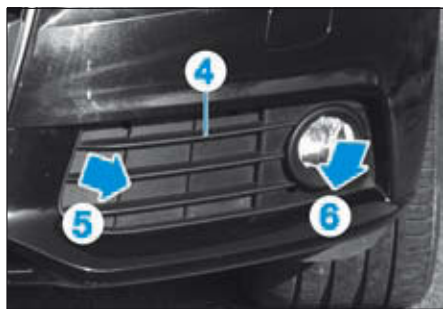

FIG. 8
- Dégrafer la garniture (4) du projecteur anti-brouillard côté gauche en (5) puis en (6) (Fig.8).